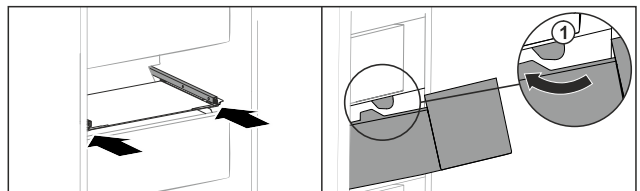

Fig. 218
- ▶ Schubfach um die Stopper Fig. 218 (1) herumführen.